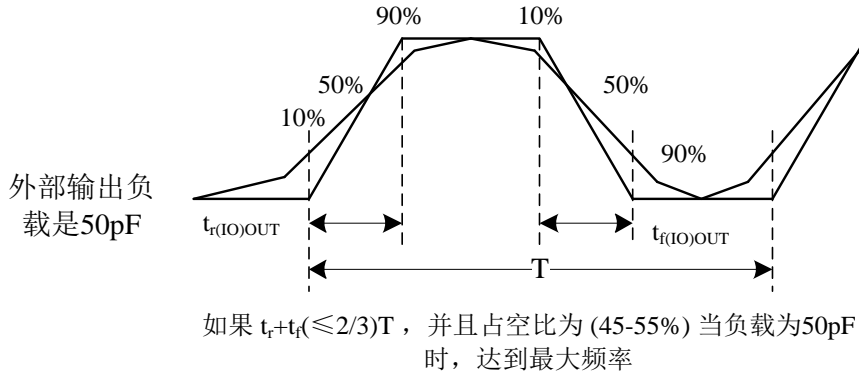

图 18 输入输出交流特性定义
输入输出交流特性的定义和数值分别在图 18 和表 45 给出。
3. 最大频率在图 18 中定义。